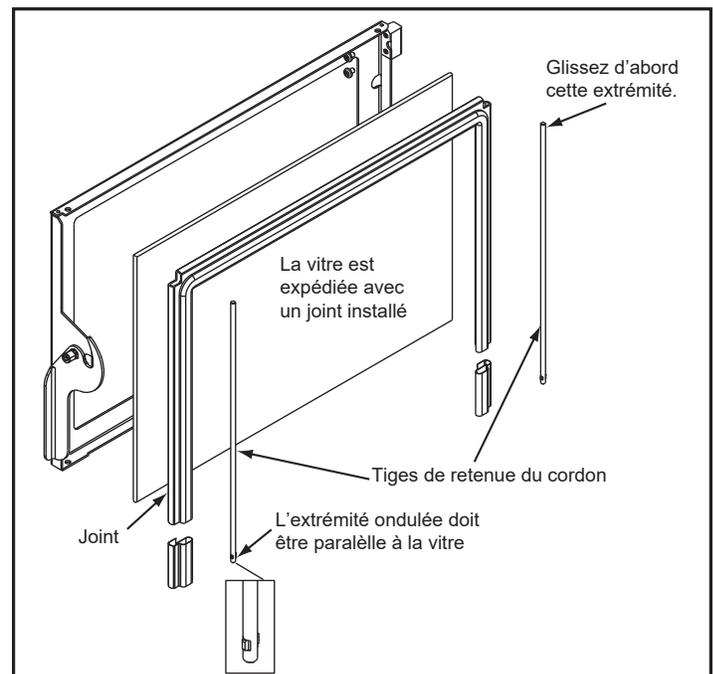

Figure 29.2
4. Glissez la tige de retenue d'abord dans le trou supérieur, puis alignez l'extrémité ondulée inférieure avec le trou de la porte. L'extrémité ondulée doit être parallèle à la vitre pour pouvoir l'insérer correctement. **Figure 29.2.**